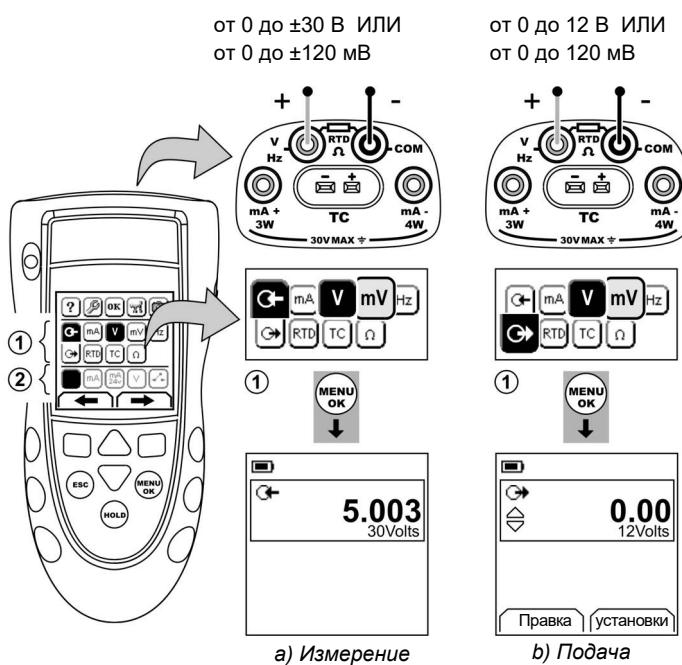

Рисунок 4: Пример конфигурации - Для измерения/подачи вольт или мВ (Область ①)
- Подключите прибор (Рисунок 4/5) и, при необходимости, отрегулируйте **Настройка** (Таблица 1).